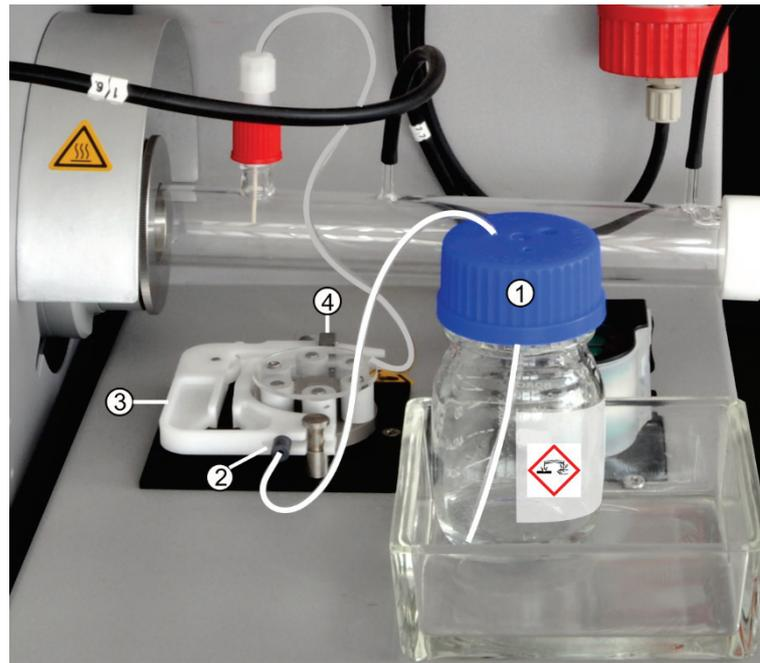

图 49 夹紧泵软管
3. 打开软管盒（图 49 中的 3），然后拆下泵软管。
6. 将泵软管夹在软管盒中的两个塑料塞子（图 49 中的 2）之间。